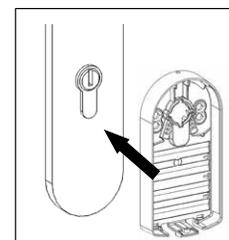

Fig. 1
- 4.1 Deslize a concha traseira sobre o cilindro saliente, **no interior da porta** (fig. 1, 2, 3).